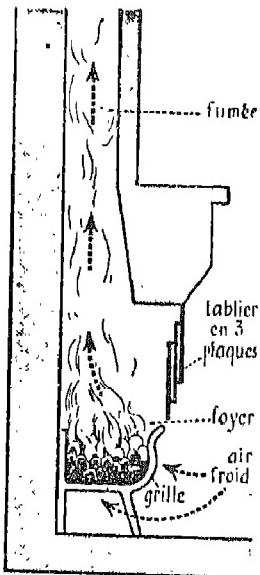

Fig. 1. — Feu de charbon dans une cheminée moderne. Les flèches indiquent le trajet de l'air qui traverse le combustible pour gagner la gaine de fumée.
4. Existe-t-il une cheminée dans votre chambre à coucher. Désiravez-la en vous aidant de la fig. 1. Quel combustible y brûle-t-on ? Est-ce là un mode de chauffage commode ? économique ?
Les cheminées des appartements modernes sont beaucoup plus petites (fig. 1). Vous avez tous vu leur manteau de marbre qui fait saillie dans la pièce et remplace la hotte ; l'âtre, en briques rouges sous la gaîne de fumée ² ; les plaques de faïence blanche qui renvoient une partie de la chaleur vers l'intérieur de la chambre ; le tablier fait de trois seuilles de tôle qu'on peut élever ou abaisser à volonté.